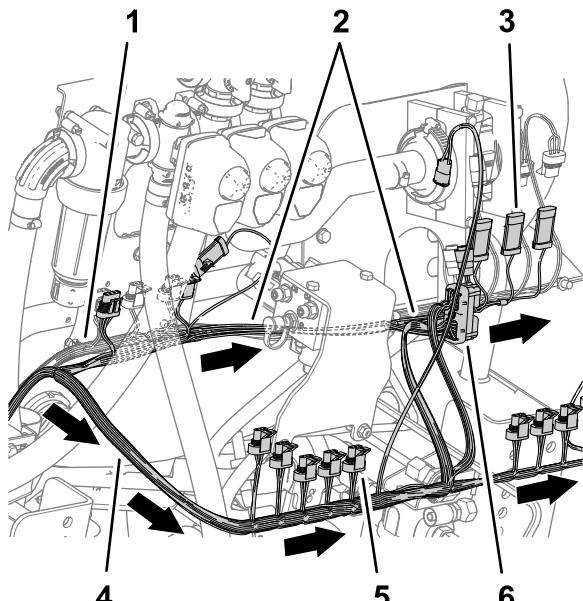

Figura 83
7. Na parte de trás da máquina, encaminhe a secção da cablagem com 89 cm para a frente do coletor de elevação e para a direita do fluxímetro, como se mostra na Figura 83.
8. Encaminhe a secção da cablagem com 102 cm para trás do coletor de elevação e para a direita, como se mostra na Figura 83.